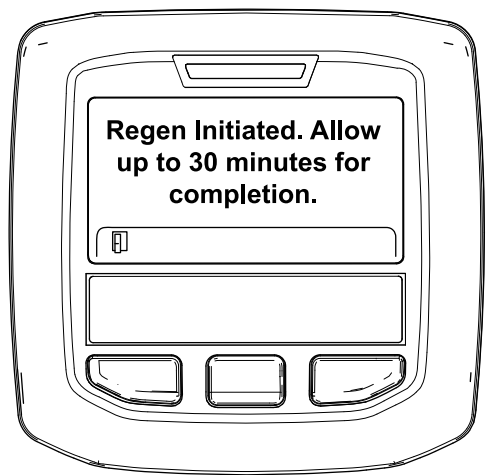

Figura 46
- Si la regeneración se permite, aparece el mensaje "Regen Initiated. Allow up to 30 minutes for completion" (Regeneración iniciada, espere 30 minutos hasta que finalice) en el InfoCenter y debe esperar a que la máquina finalice el proceso de regeneración con la máquina aparcada (Figura 46).